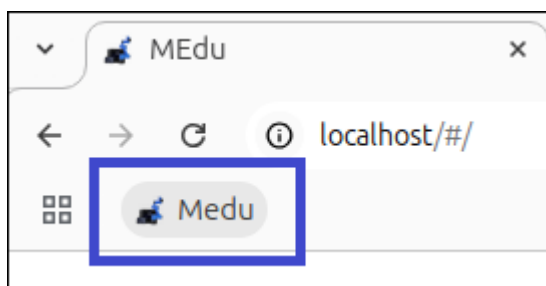

Рисунок 22 – Кнопка «Medu»
- Откройте приложение M Edu кнопкой «Medu» (Рисунок 22).